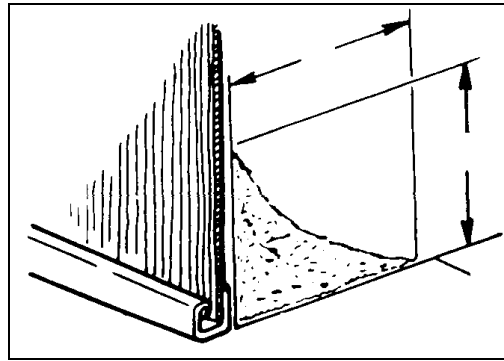

Abb. 11
- Legen Sie rund um das Pool am Fuß des Stahlmantels mit dem Sand eine 15 cm hohe und 20 cm breite Hohlkehle an (Abb. 11).